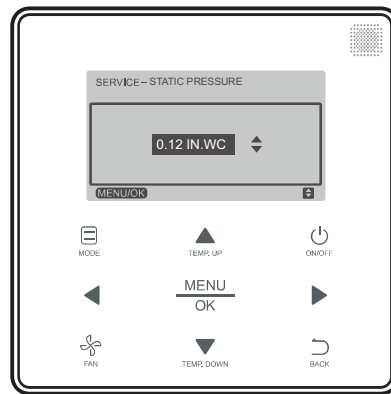

Fig. 18 —Parameter 0.12 IN. WC
6. Choose the parameter 0.12 IN. WC as shown in Fig. 18.